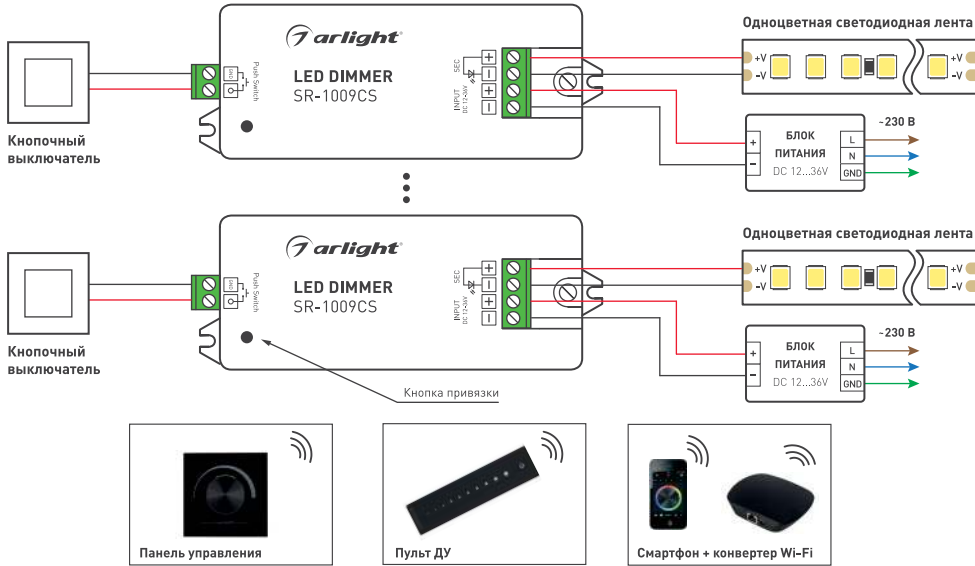

Рисунок 2. Схема подключения на примере контроллера SR-1009CS.
- 3.8. Подключите диммеры и светодиодную ленту (см. инструкции к используемому оборудованию). Пример подключения диммеров приведен на Рис. 2.